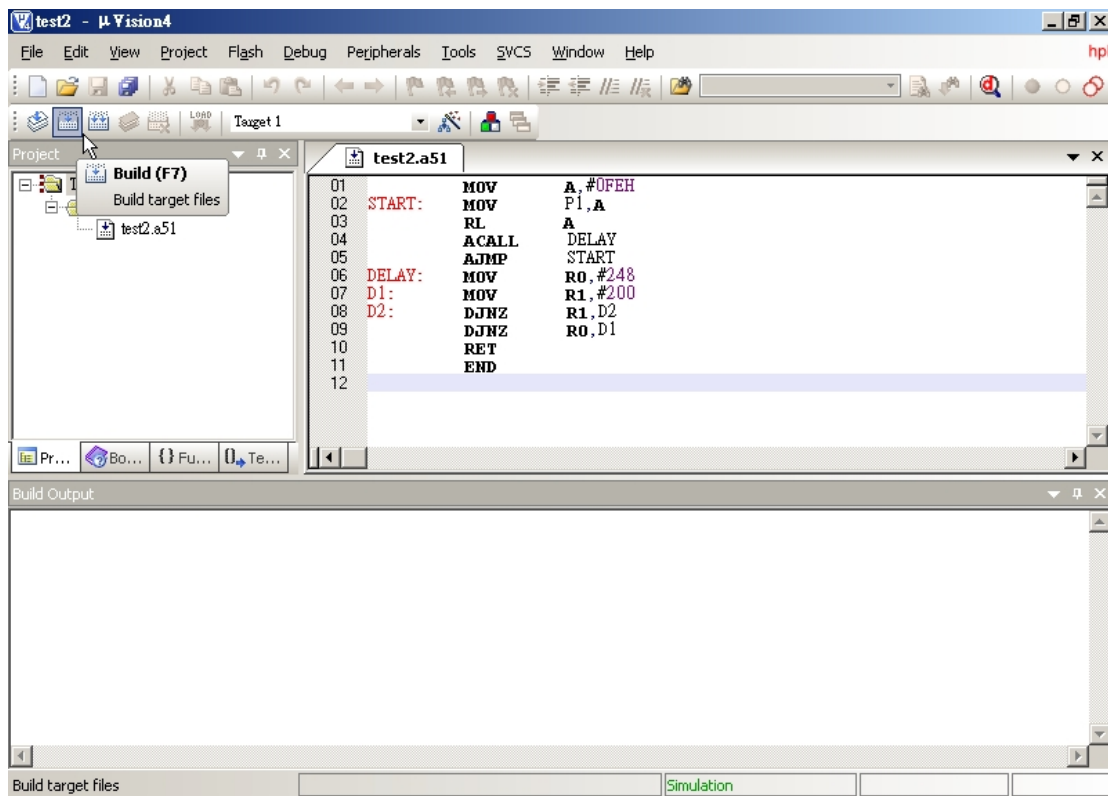

图 2-14 编译项目
(7) 完成基本的选项设定后，下面就剩下编译执行了。在此按下  按钮，“Build target”，或 F7 快捷键，如图 2-14 所示。